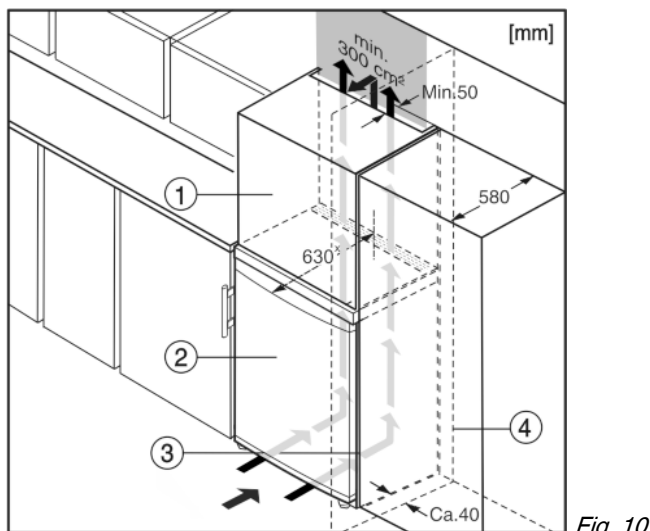

Fig. 10
A készüléket körbe lehet építeni konyhaszekrényekkel. Rá lehet szerelni egy rátétszekrényt Fig. 10 (1), hogy a készüléket Fig. 10 (2) a konyhabútorok magasságához igazítsa.
Ha a berendezést (max. 580 mm mélységű) konyhaszekrényekkel építi körül, akkor közvetlenül a konyhaszekrény Fig. 10 (3) mellett is felállíthatja. A készülék oldalirányban 34 mm x, a közepétől pedig 50 mm x távolságban nyúlik túl a konyhaszekrény előlapjához képest.\*
Mikor a berendezést a csuklópántokkal egy fal Fig. 10 (4) mellett állítja fel, akkor a berendezés és a fal közti távolság legalább 40 mm legyen. Ez nyitott ajtó esetén megfelel a fogantyú túlnyúlásának.\*